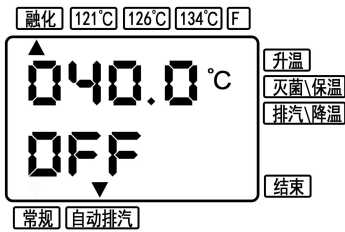
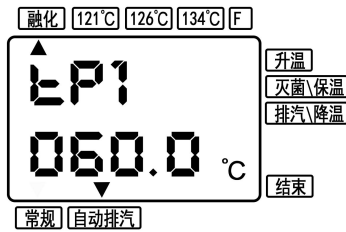

图 13
图 14
③融化温度设定：按动“温度选择”键至融化状态（图 13），按下“设定”键设置融化温度，可按动左、右移键，进行光标定位，再按加、减数键进行设定所需融化温度（图 14），设定结束再按一下“设定”键保存。